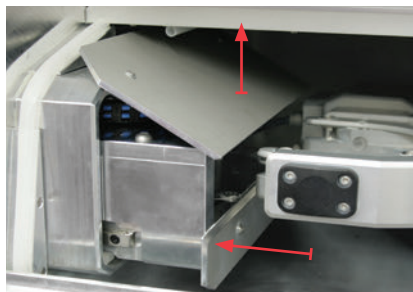

FIGURA 10: CARRELLO DI SBLOCCAGGIO NEL VANO DI LAVORO
- M8.** Trattenere lo sportello slitta con una mano e, con l'altra mano, spingere fino a battuta il carrello di sbloccaggio verso il dispositivo cambio pezzi grezzi (vedi figura 10).